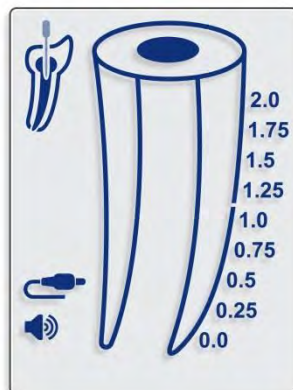

Fig. 4
- 7.4.7. Prima di collegare al paziente il cavo di misurazione con il gancio labiale e la clip dello strumento, inserire il cavo di misurazione nella presa del dispositivo e assicurarsi che l'icona del cavo venga visualizzata sul display (Fig. 4).